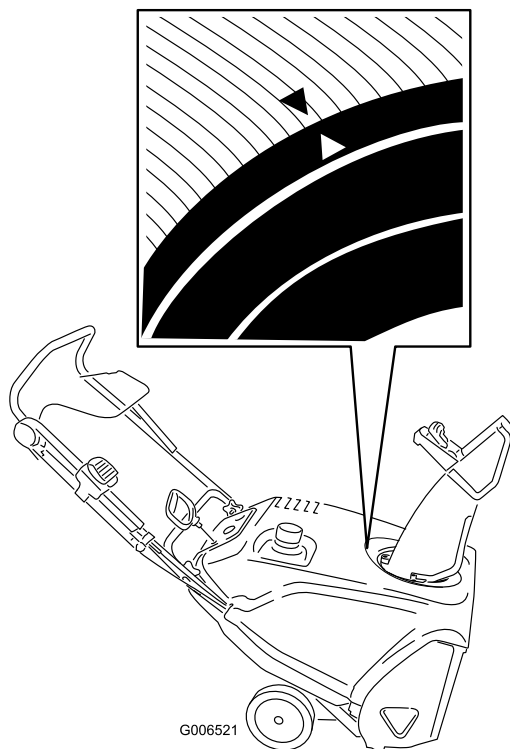

Bild 40
- Drehen Sie den Auswurfkanal so, dass er nach vorne zeigt und der Pfeil hinten am Auswurfkanal mit dem Pfeil an der Abdeckung ausgerichtet ist (Bild 40).